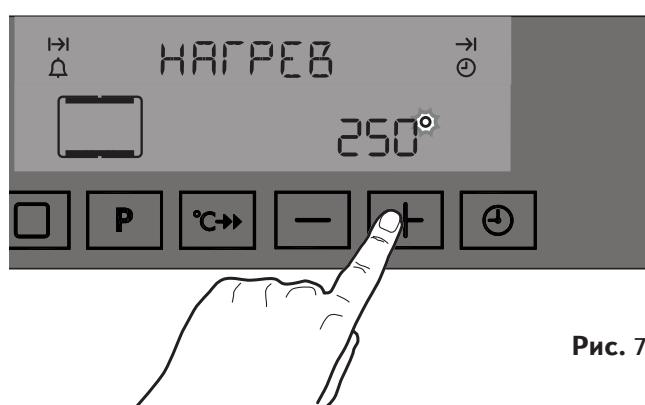

Рис. 7
4. Задайте температуру 250°C с помощью клавиши **+** (Рис. 7).